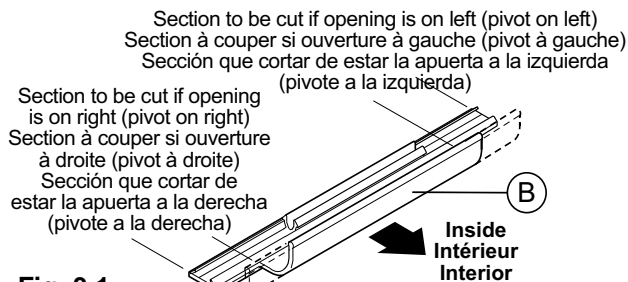
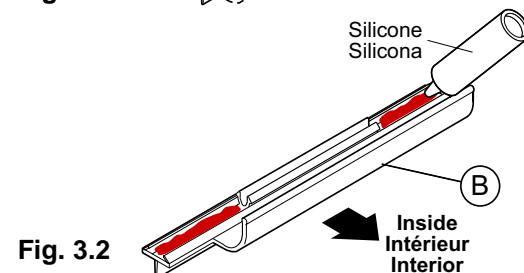

Fig. 3.1
Fig. 3.2
- The direction of the opening must be determined before the drainage bar is installed. Once the direction has been chosen, cut the appropriate section (Fig. 3.1) measuring 0.55". Apply silicon on the bar as described in Fig. 3.2.
- Le sens de l'ouverture de la porte doit être déterminé avant l'installation de la barre d'égouttement. Une fois le sens sélectionné, coupez la section appropriée (Fig. 3.1) sur une longueur de 14 mm. Appliquez de la silicone sur la barre, comme illustré à la Fig. 3.2.
- El sentido de la apertura debe determinarse antes de la instalación de la barra de escurrimiento. Tras decidir el sentido, corte la sección apropiada (Fig. 3.1) sobre 14 mm de largo. Aplique silicona en la barra, como ilustra la Fig. 3.2.